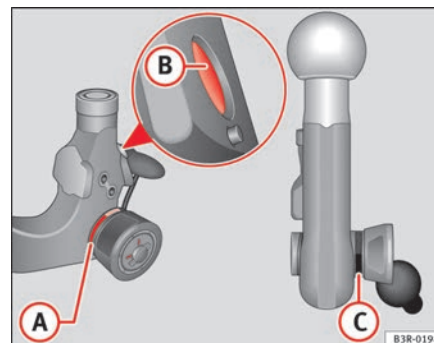

Fig. 159 Dispositivo de reboque desmontável: Rótula
- Verifique se a marca vermelha (A) ⇒ página 208, fig. 159 da roda recartilhada se encontra na zona preta da rótula.
- Verifique se as esferas do perno de bloqueio (B) que se encontram nos orifícios do perno de encaixe estão encaixadas.
- Verifique se a roda recartilhada sobressai claramente da rótula, de modo que entre ambas fique uma ranhura (C).